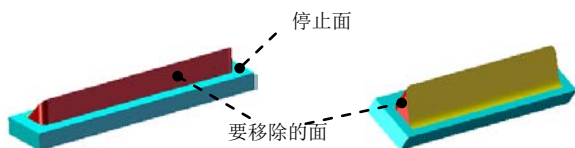

图 9.9 成形工具 1
Step6. 创建图 9.9 所示的零件特征——成形工具 1。
(1) 选择命令。选择下拉菜单 **插入(I)** → **钣金(B)** →  **成形工具** 命令。
(2) 定义成形工具属性。
① 定义停止面。选取图 9.9 所示的模型表面作为成形工具的停止面。
② 定义移除面。激活“成形工具”对话框的 **要移除的面** 区域, 选取图 9.9 所示的模型表面作为成形工具的移除面。
(3) 单击  按钮, 完成成形工具 1 的创建。